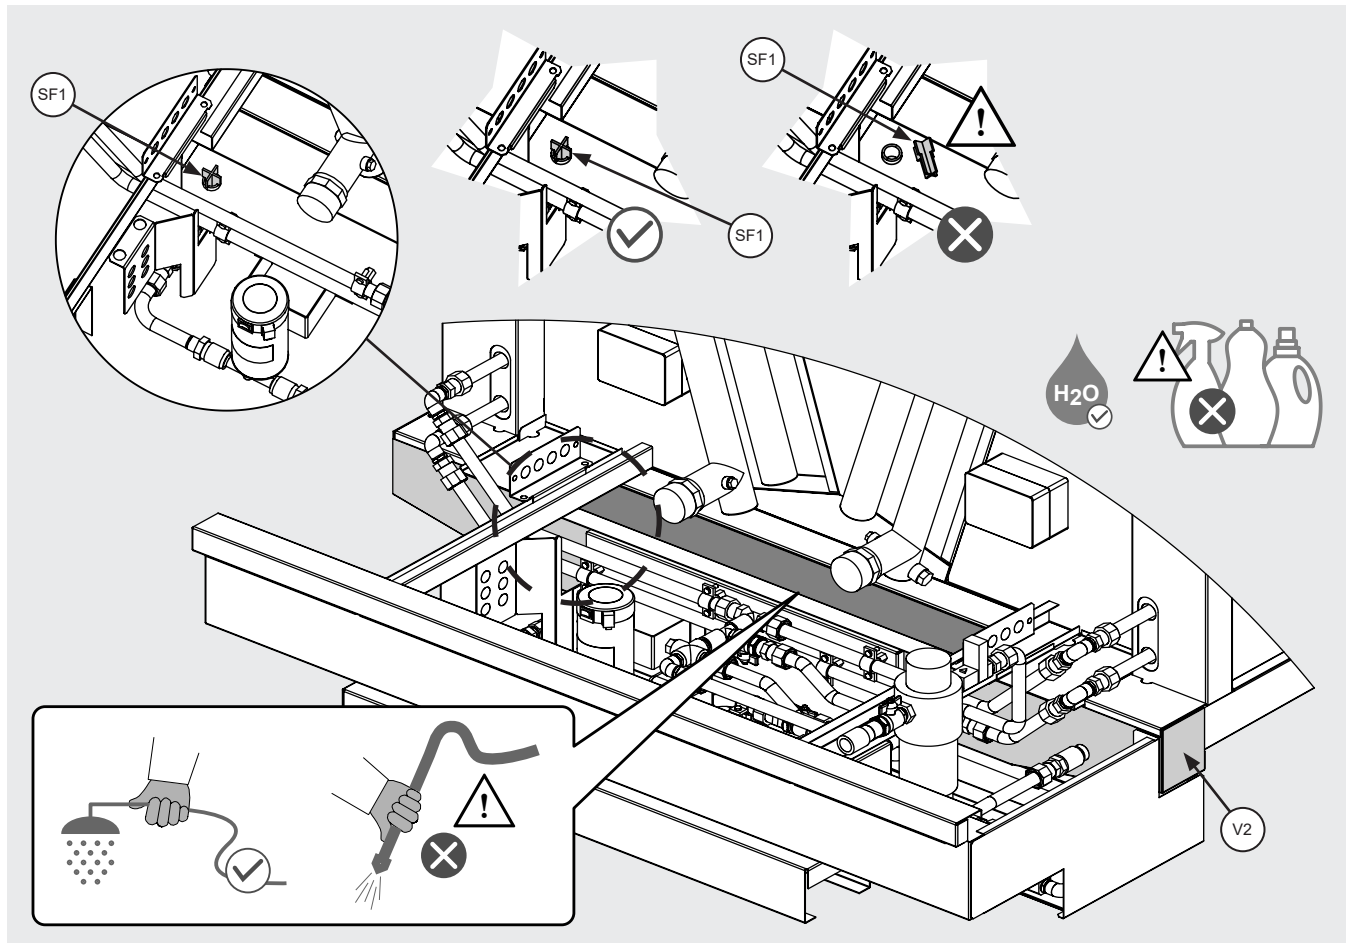

Figura 25
- 12.13.8 Limpie cuidadosamente el divisor de caudal SF1. No lo extraiga de la carcasa. Si se retira accidentalmente, vuelva a colocarlo. Véase la Figura 25.
- 12.14.1 Consulte el punto 2.9 para obtener una descripción funcional del interruptor de nivel (W1) y su ubicación. El interruptor de nivel (W1) se encuentra dentro del depósito externo (V2), véase la Figura 25.